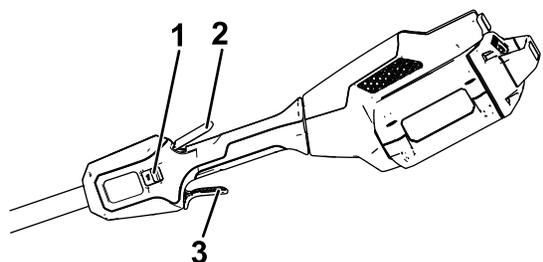

Figura 8
4. Per avviare il decespugliatore, schiacciate la levetta di bloccaggio, poi schiacciate la levetta della velocità variabile (Figura 8).